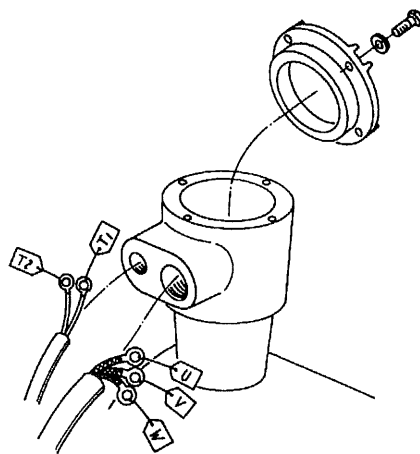

図4-1 モータの電気配線へのマーキング
- (1) 取外すリードにはU、V、W、T1、T2などのマークを記入しておいてください。マークを取付けてから、モータ配線を取外してください。(図4-1参照)
- (2) ポンプ出口配管および補助配管を取外す。